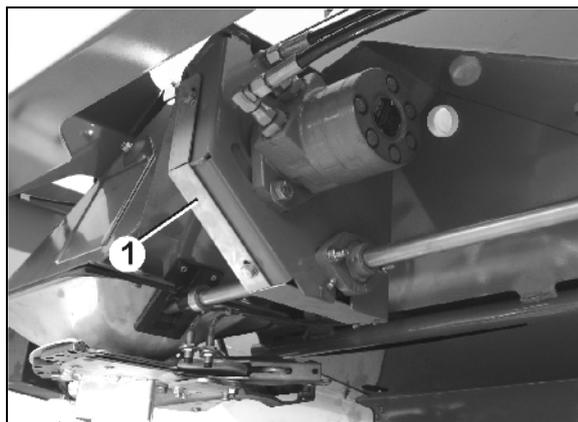

Fig. 82
1. Schutzdeckel (Fig. 82/1) der Antriebskette demontieren.